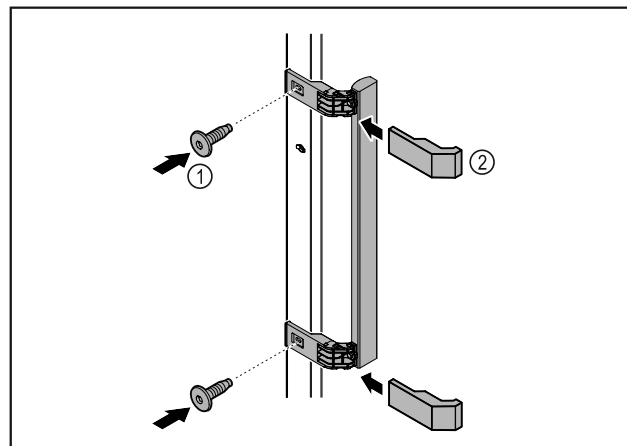

Fig. 7
- Montirajte ručku iz vrećice s priborom s pomoću priloženih vijaka Fig. 7 (1) na vrata.
- Postavite poklopac Fig. 7 (2).